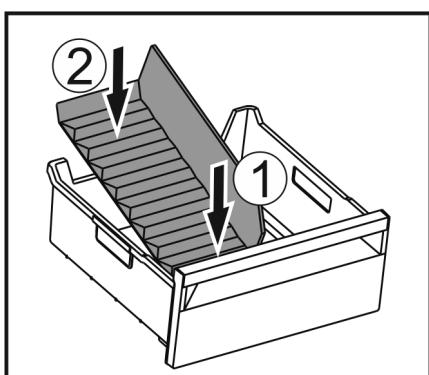

Fig. 127
- Vložte přední část přepážky příhrádky na led. Fig. 127 (1).
- Zadní část přepážky příhrádky na led spusťte až na dno zásuvky. Fig. 127 (2).